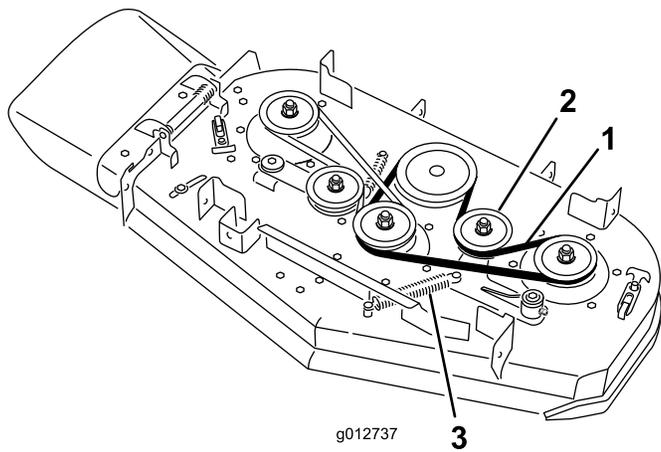

Figura 66
5. Retire a mola do perno do fixador no braço intermédio (Figura 66).
6. Retire a correia do cortador gasta (Figura 66).
7. Instale a nova correia do cortador em torno das polias da embraiagem, da polia da plataforma e da polia intermédia (Figura 66).
8. Instale a mola no perno do fixador (Figura 66).